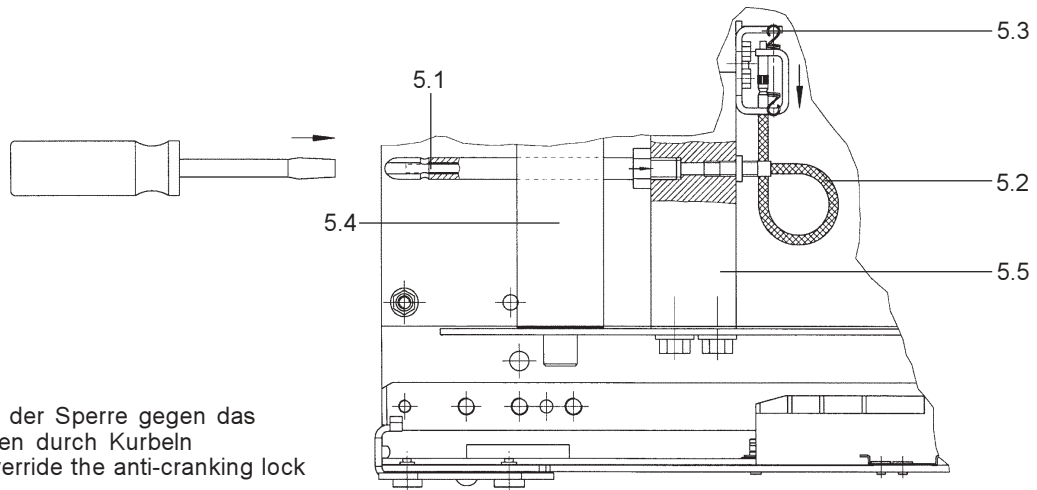

Fig. 22 Überlisten der Sperre gegen das Verschieben durch Kurbeln
8.2 Sperre gegen Verschieben des Schalters bei geöffneter Schranktür (Fig. 22)
8.2 Interlock to prevent moving of the circuit-breaker when the cubicle door is open (Fig. 22)